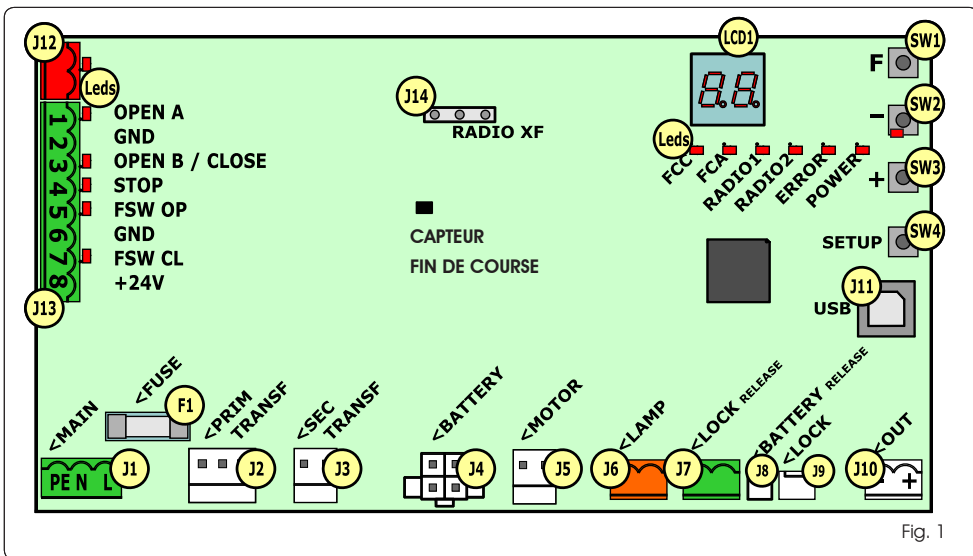

Fig. 1
**Si l'on n'utilise aucun accessoire BUS-2EASY, laisser libre le connecteur BUS-2EASY (J12 - Fig. 1).**